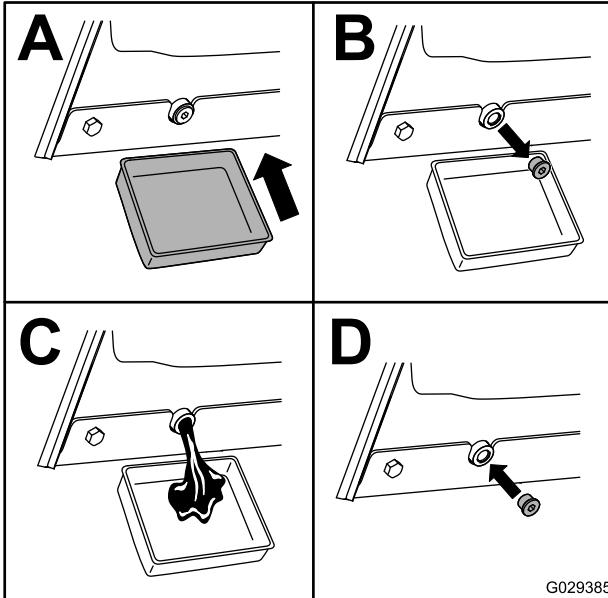

Figure 45
6. Vidangez l'huile sous la plateforme (Figure 45).